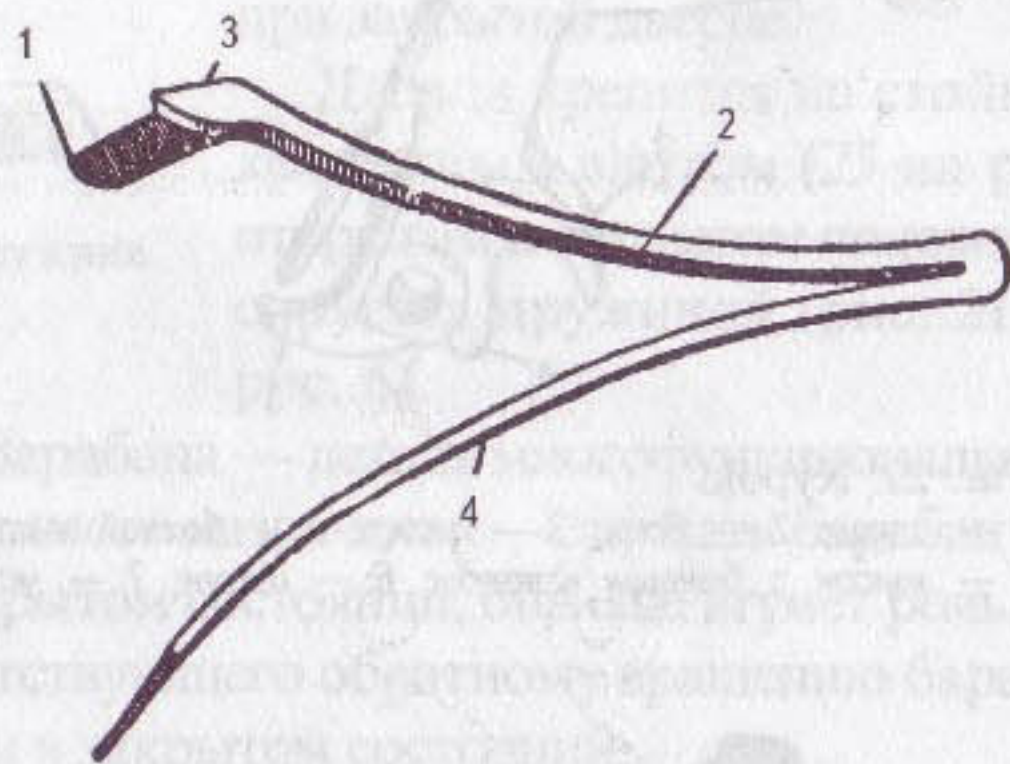

Рис. 24. Боевая пружина:
*Боевая пружина* (рис. 24) придает курку при его спуске быстрое вращательное движение для удара по капсюлю. Она состоит из выступа, верхнего и нижнего пера и площадки.